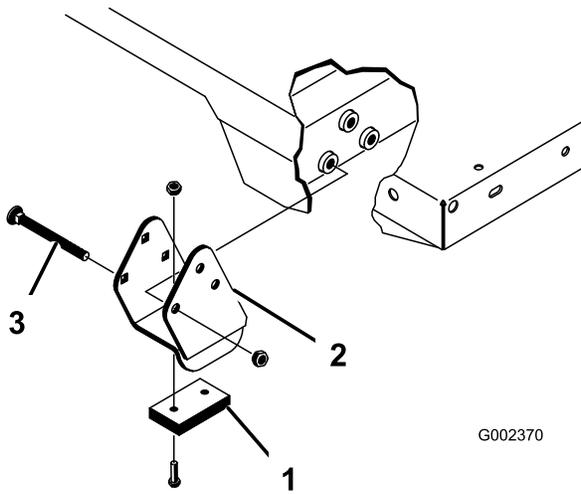

Figura 35
Nota: Certifique-se de que os suportes dos espaçadores e os bloqueios contra desgaste (Figura 35) foram instaladas na cabeça das porcas no interior da máquina.
2. Coloque a plataforma com cuidado no chassis, alinhando os orifícios posteriores da placa articulada da plataforma com os orifícios do canal traseiro e coloque dois passadores de forquilha e pinos de sujeição (Figura 35).
4. Introduza o passador de forquilha na parte exterior da plataforma com o pino de sujeição virado para fora (Figura 35).